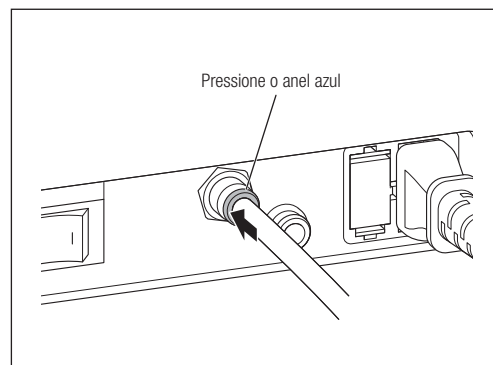

Fig. 3
- 3) Para retirar a mangueira de ar, puxe a mangueira de ar enquanto pressiona o anel azul na direção da unidade de controle (Fig. 3).